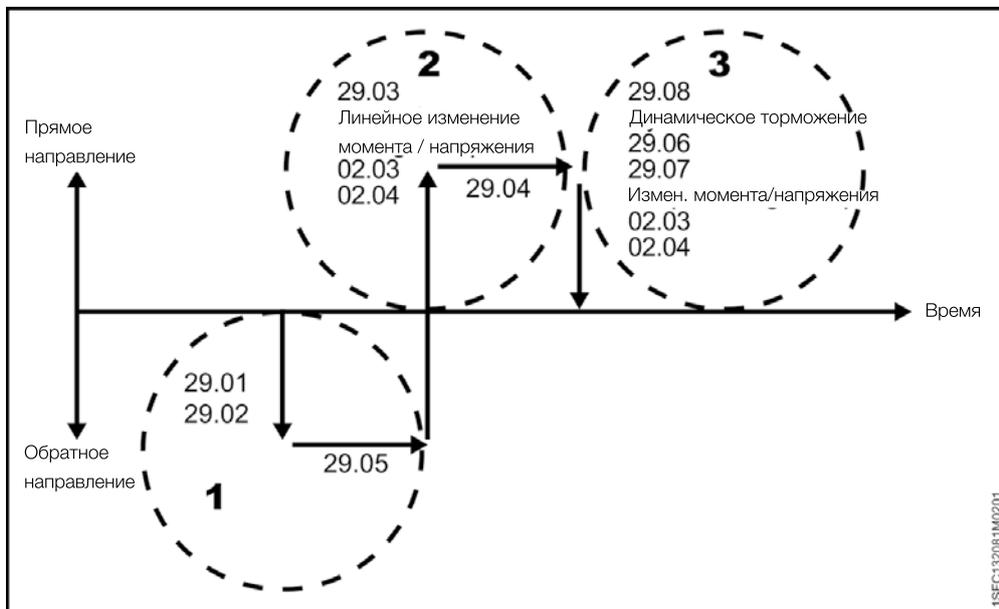

Рис. 7.9
4. Данная последовательность циклично повторяется с пункта 1 по пункт 3 до тех пор пока не будет нажата кнопка отключения режима на панели управления или пока не будет снят сигнал с программируемого входа или промышленной шины, см. **Рисунок 7.9**